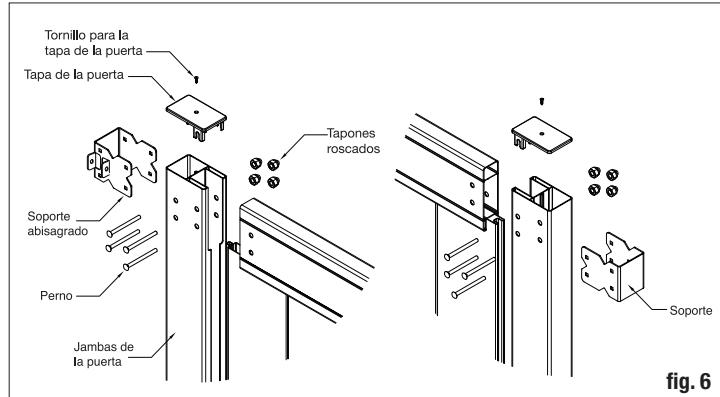

fig. 6
Coloque las jambas de la puerta en ambos lados de los barandales y coloque las bisagras en la jamba de la puerta de forma que se alineen con los barandales. Utilizando el soporte como guía, perfore los cuatro (4) agujeros necesarios de 1/4" para los pernos del soporte. Repita estos pasos para los soportes de bisagras también (fig. 6). Asegurarse de que los barandales estén completamente insertados en la jamba antes de perforar. Los pernos tienen que ir a través de la jamba y el barandal para que funcionen correctamente.